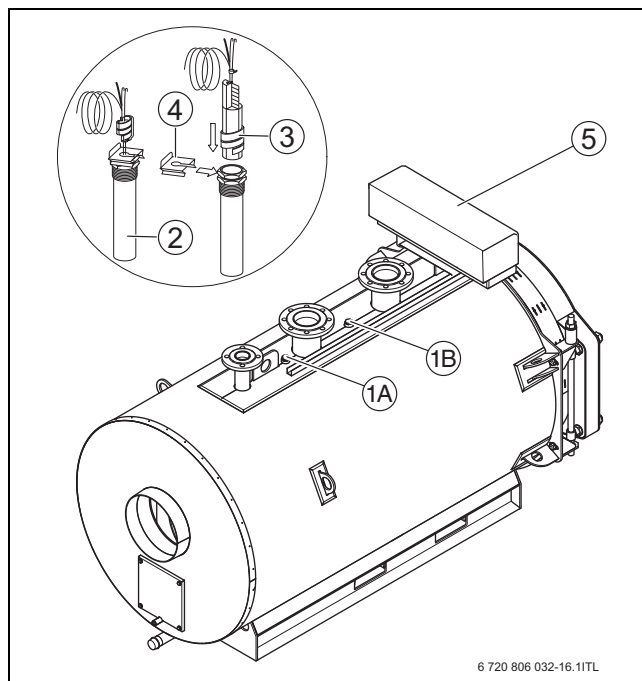
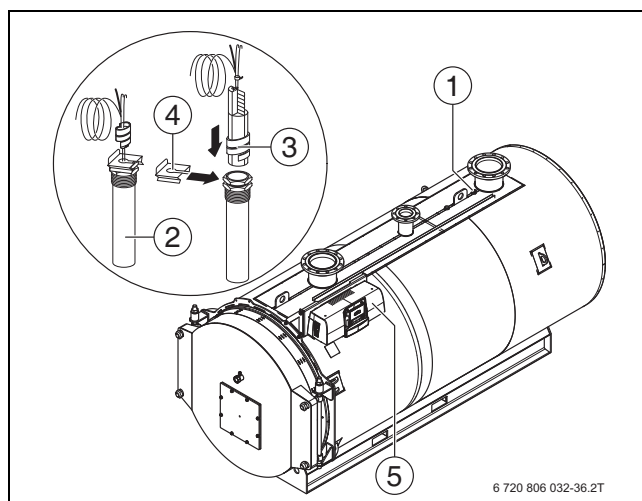

Рис. 26 Установка комплекта датчика температуры SK655/SK755
Рис. 27 Установка комплекта датчика температуры SK655/SK755
**УВЕДОМЛЕНИЕ:** возможно повреждение оборудования из-за неправильного расположения датчиков! Датчики предохранительного ограничителя температуры (STB) и регулятора температуры (TR) **должны** устанавливаться в точке замера на верхней стороне котла (→ рис. 26 и рис. 27).
- ▶ Вставьте комплект датчика (→ рис. 26, стр. 25, [3]) до упора в гильзу [2].